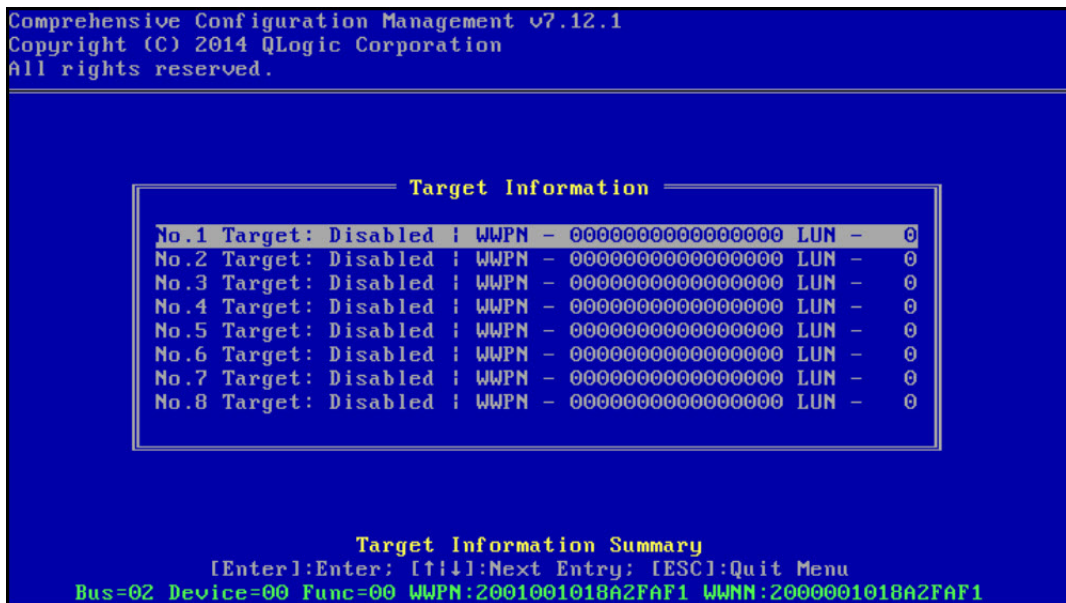

Ilustración 13-5. Información sobre el destino de CCM
5. Configure el destino de inicio y LUN. En el menú **Target Information** (Información sobre el destino), seleccione la primera ruta de acceso disponible (Ilustración 13-5).